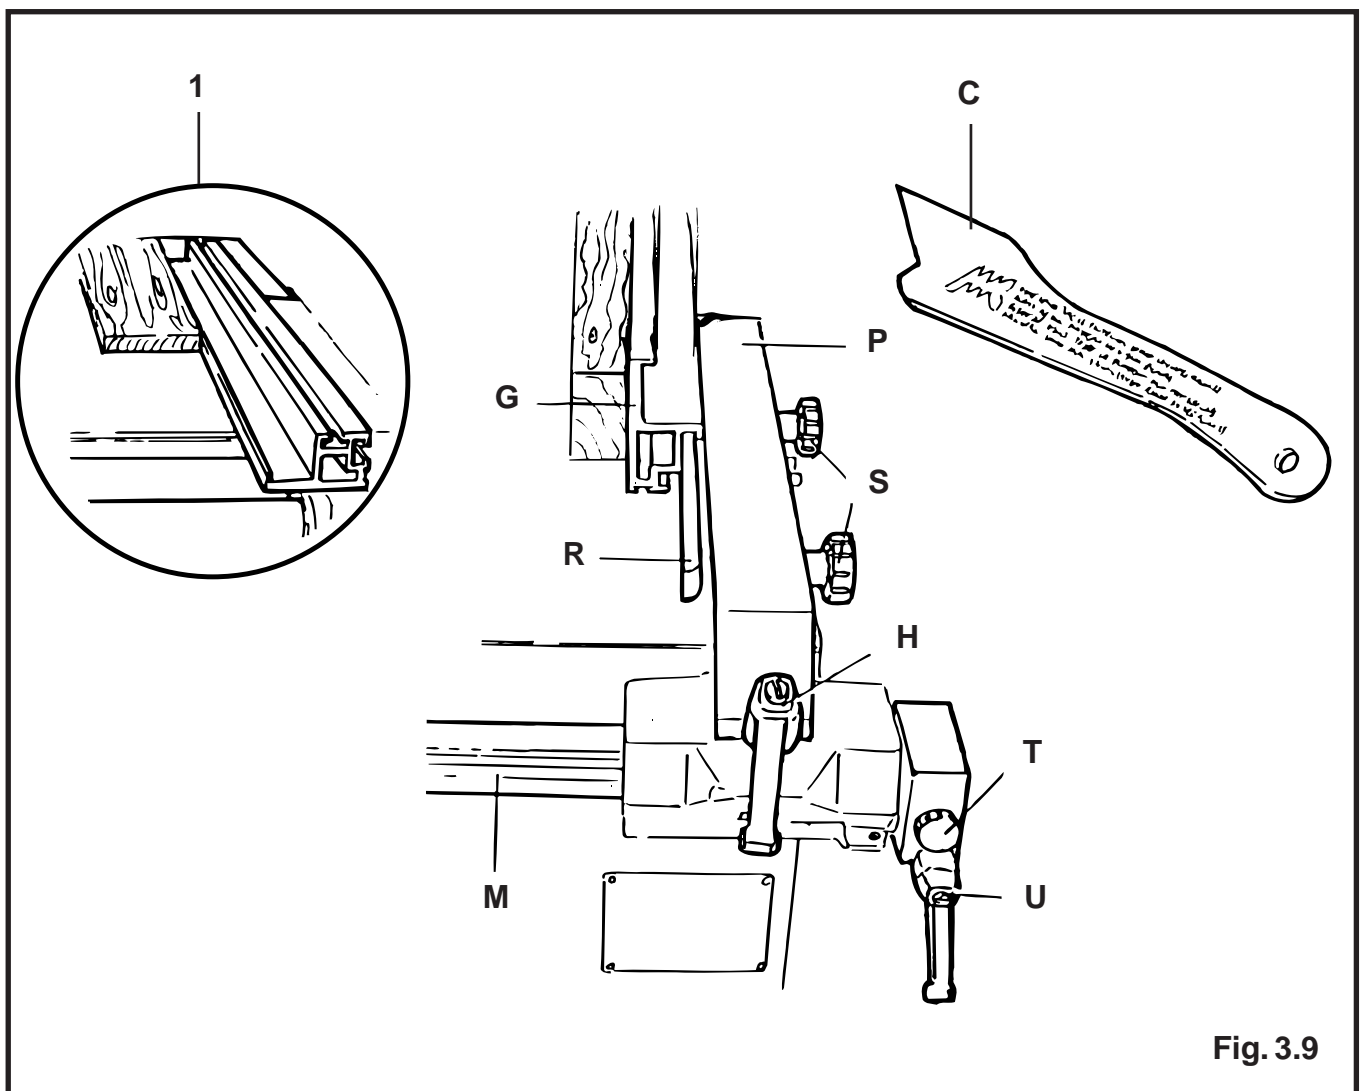

Fig. 3.9
La riga in alluminio G, di appoggio, può essere bloccata in due posizioni, vedi fig. 3.9.
This fence is used for rip cutting and allows a maximum cut of 800 mm (STD) 1270 mm (OPT). The aluminium support bar (G) can be locked in two different positions (see fig. 3.9).